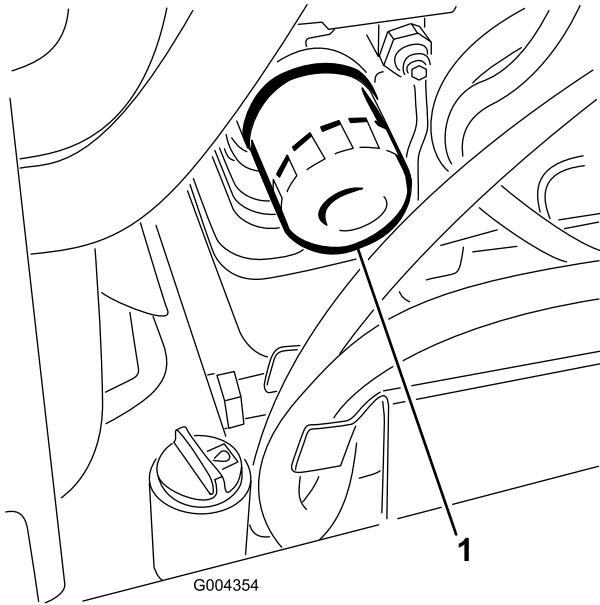

Figura 29
3. Retire el filtro usado (Figura 29) y limpie con un paño la superficie de la junta del adaptador del filtro.